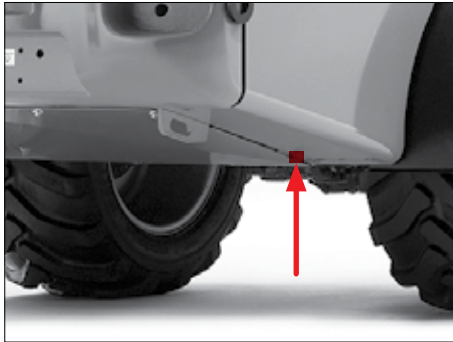

Fig. 101
6. Dévisser le bouchon (Fig. 101).
4. Revisser le bouchon (Fig. 101).